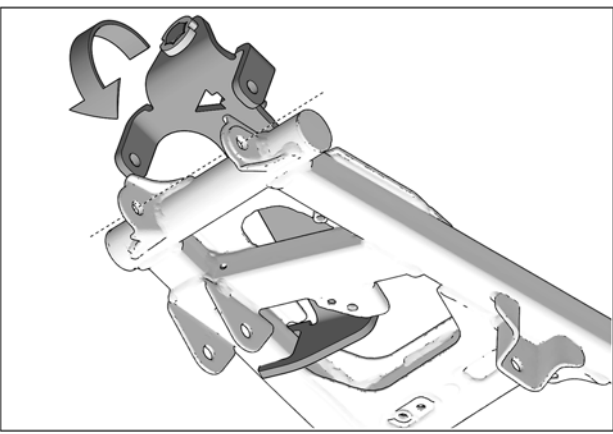

Fig. 8
7. Pivoter l'avant de l'ancrage vers le haut et aligner les trous de fixation de l'ancrage aux trous présents dans le bras de suspension. Voir la Fig. 8